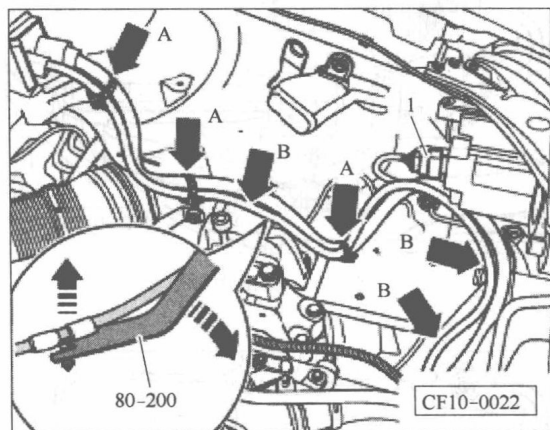

图 2-4 脱开发动机对接插头
- ⑩ 脱开发动机对接插头 1 松开导线扎带(箭头 A),见图 2-4。
- ⑪ 用撬杆 80-200 拆下绕线夹(箭头 B),
将发动机线束置于发动机上, 见图 2-4。